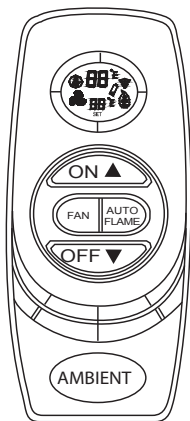

Fig. 60 Télécommande RCSITEA
2. Au moment de la réinitialisation du système, toutes les fonctionnalités sur l'écran seront visibles. Après une seconde, l'écran sera initialisé. Un affichage typique de réinitialisation est illustré à la Figure 60. Notez que l'échelle de température est en degré F.